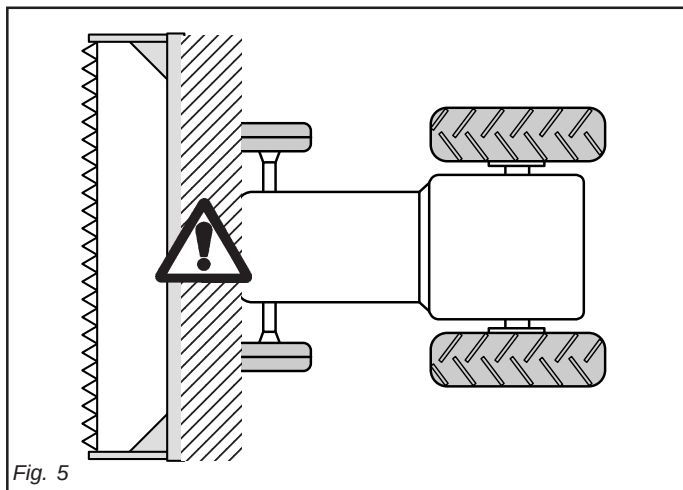

Fig. 5
- 29) Es ist absolut verboten, bei laufendem Motor und eingeschalteter Gelenkwelle zwischen den Schlepper und das Gerät zu treten (Abb. 5). Dazu muß die Feststellbremse gezogen werden und unter die Räder ein Bremskeil oder ein großer Stein gelegt worden sein.
- 33) Es ist absolut verboten, zwischen den Schlepper und den Anschluß zu treten, um die Aushebung von außen zu betätigen (Abb. 5).